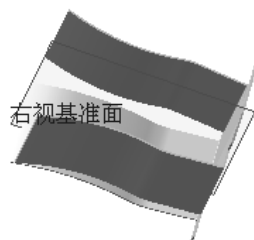

图 10.5.15 镜像 1
Step6. 创建如图 10.5.15 所示的镜像 1。选择下拉菜单 **插入(I)** **阵列/镜像(E)** **镜向(M)...** 命令，系统弹出“镜向”对话框；选取右视基准面作为镜像基准面；选择斜接法兰 2 作为镜像 1 的对象；单击  按钮，完成镜像 1 的创建。